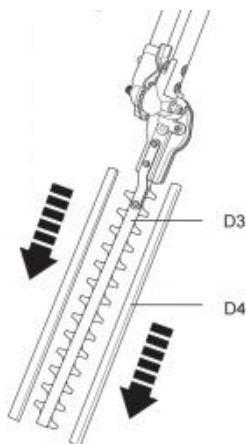

Fig. 23
1) Retirez les couvercles de lame (D4) de la lame (D3) avant l'opération (Fig. 23).